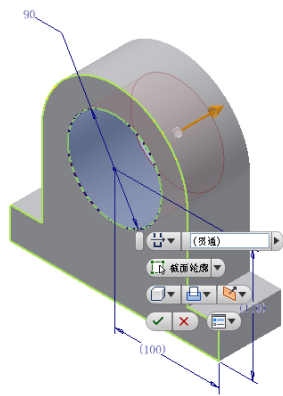

图 7-29 拉伸示意图
②单击【草图】标签上的【完成草图】工具按钮，退出草图环境，返回到零件特征环境下。单击【三维模型】标签栏【创建】面板上的【拉伸】工具按钮，打开“拉伸”对话框，选择本步骤中所绘制的草图中的圆形为截面轮廓，拉伸示意图如图 7-29 所示。